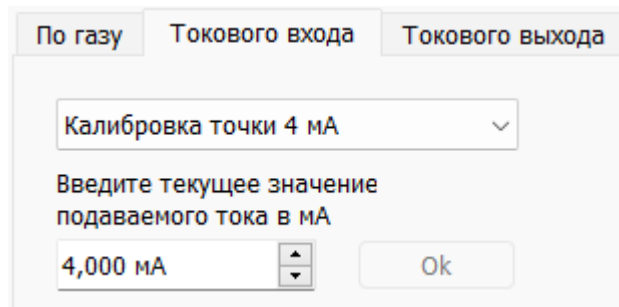

Рис.16 - Отображение кнопки Ok
3. Подать ток 4мА калибратором и вести подаваемое значение в окне калибровки токового входа, далее нажать кнопку «ОК», кнопка Ок отобразиться согласно рис.16.